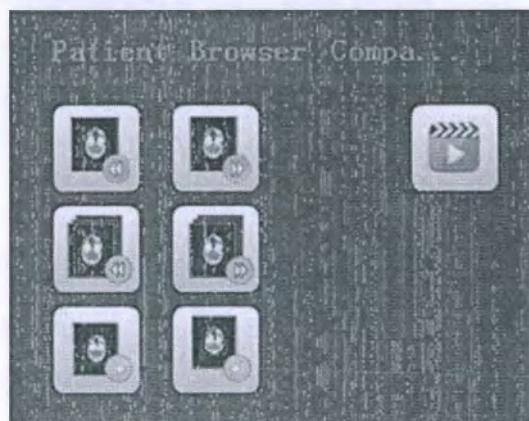

Рисунок 71 Кнопки браузера
страницах. Кнопки браузера находятся в поле панелей инструментов (см. рис. 63-3) в разделе [Браузер] [Browser] (см. рис. 71).
2. Нажмите кнопку  в разделе [Браузер] [Browser] (см. рис. 71), и появится окно с кнопками управления (см. рис. 72).